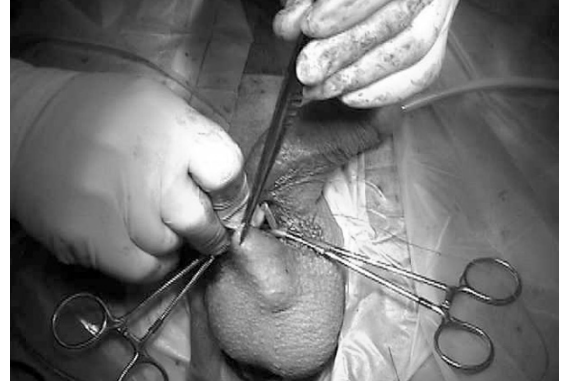

Abbildung 4-22.
11. Unteren Teil der Skrotalinzision bestimmen und eine Tasche unter der Skrotalhaut und dem M. dartos schaffen, die die Pumpe aufnehmen kann. In einem Abstand von etwa 2 cm vom Hautrand wird ein Tunnel gebildet, der zum Schluss den Schlauch und den Konnektor verbirgt. Mithilfe einer lockeren Tabaksbeutelnaht um die Öffnung des Tunnels wird die Pumpenposition gesichert (**Abbildung 4-22**).